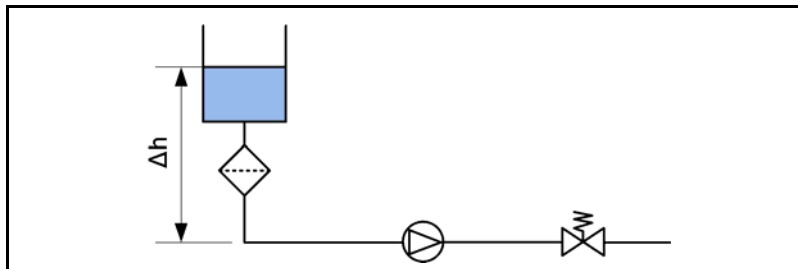

Fig. 57: Estructura de la comprobación de presión
1. Montar el sistema según la Fig. 57